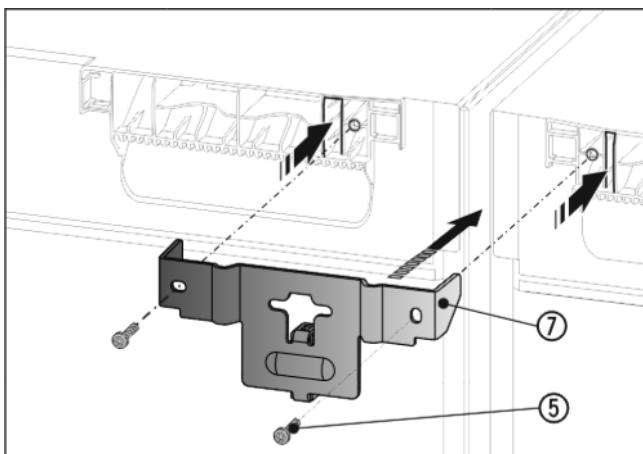

Fig. 9
- ▶ Надвинуть угол *Fig. 9* (7) с помощью распорной детали между устройствами и накладками в крышку устройства. Прикрутите 2 винтами *Fig. 9* (5).